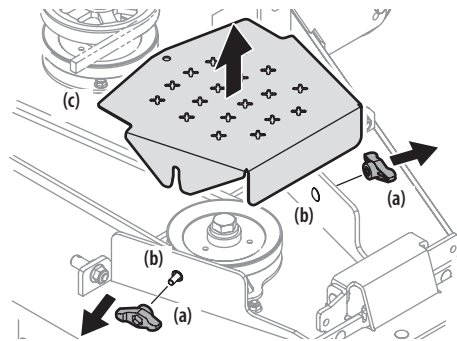

Figura 36
- Quite las perillas de aleta (a) de los tornillos del carro (b) que sujetan las cubiertas de la correa (c) a la plataforma. Extraiga las cubiertas de la plataforma. Consulte la Figura 36.
- Con las perillas de aleta (a) y los tornillos del carro (b) sujete las cubiertas de la correa (c) a la plataforma. Consulte la Figura 36.